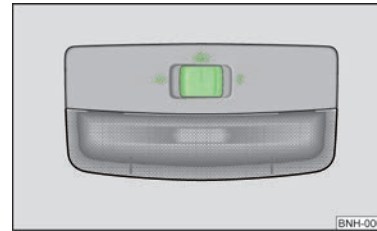

Abb. 24
- Den Schalter » Abb. 24 in Stellung ☞ drücken.
- Den Schalter » Abb. 24 in Stellung **0** drücken.